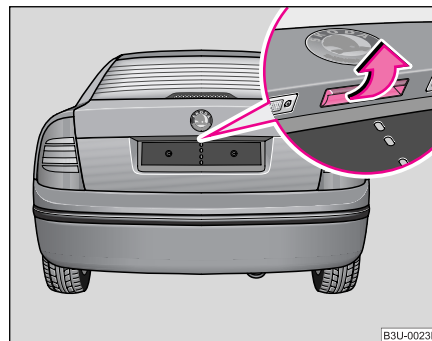

Fig. 26 Clapeta capacului portbagajului ▶
- Apăsați asupra profilului de prindere ♥ pagina 44, fig. 26 și ridicați simultan capacul portbagajului.